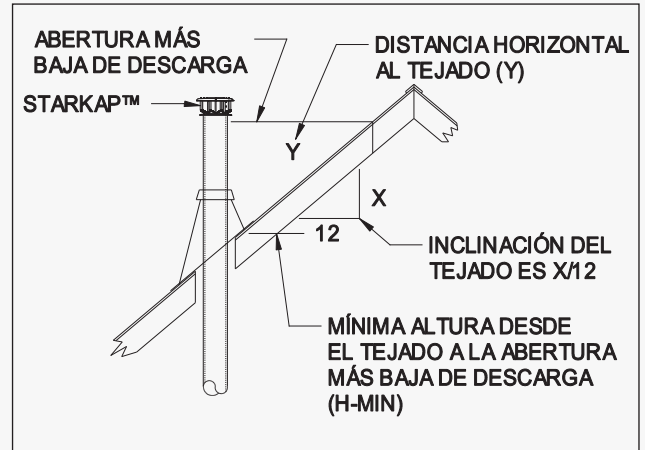

FIGURA 1
1. Instale y asegure el respiradero vertical, el respiradero de gas o la respiradero metálica según las instrucciones del fabricante o confirme al código Nacional sobre Gas Combustible, NFPA 54 o CSA-B149.1 el código nacional del edificio de Canadá y el código de la instalación para el equipo ardiente del gas o todo código local correspondiente. La terminación del respiradero vertical o de la respiradero metálica DEBE ser instalada de acuerdo con la gráfica de altura y la inclinación del tejado (Ver Figura 1 o Tabla 1 o consulte los requisitos de NFPA 54 o CSA-B149.1). Estas alturas mínimas se pueden usar si el respiradero vertical de gas está a menos de 8 pies de distancia de una pared vertical. Para otras instalaciones, la terminación no estará a menos e 2 pies encima del punto más alto en donde pasa el respiradero vertical a través del tejado, y por lo menos 2 pies más alto que cualquier porción de un edificio a 10 pies de distancia.